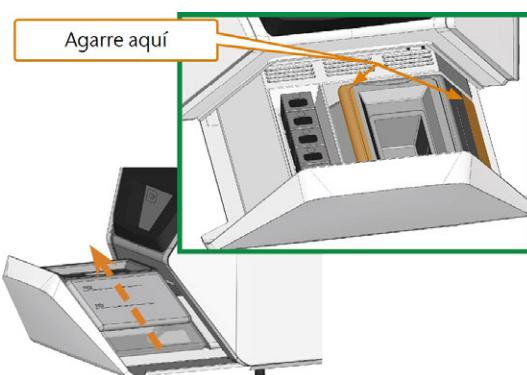

FIG. 36 RETIRAR EL DEPÓSITO DE LÍQUIDO REFRIGERANTE DEL CAJÓN COMBINADO
5. Agarre el depósito de líquido refrigerante en las posiciones marcadas en naranja en la imagen siguiente. Extráigalo del cajón en la dirección que indica la flecha (Fig. 36 abajo).